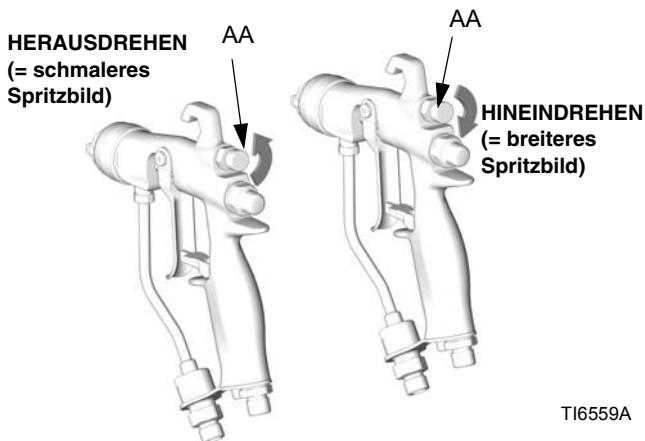

ABB. 5. Musterknauf
1. Siehe ABB. 5. Die Steuerluft zur Musteranpassung durch vollständiges Drehen des Knaufs (AA) im Uhrzeigersinn abriegeln. Dadurch stellen Sie die größte Spritzbildbreite ein.
3. Siehe ABB. 5. Für ein engeres Muster den Regler gegen den Uhrzeigersinn zur Mustereinstellung (AA) drehen. Ist das Spritzbild immer noch nicht schmal genug, dann erhöhen Sie ein wenig den Spritzpistolenluftdruck oder setzen Sie eine andere Spritzdüsengröße ein.